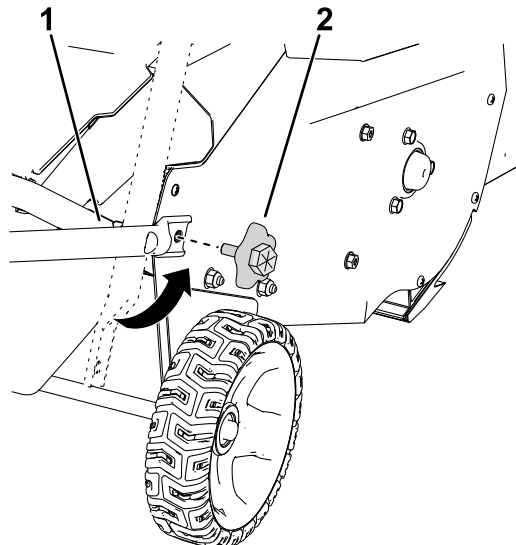

Figura 5
5. Fixați mânerul inferior în poziție și instalați butoanele acestuia așa cum este prezentat în Figura 5.